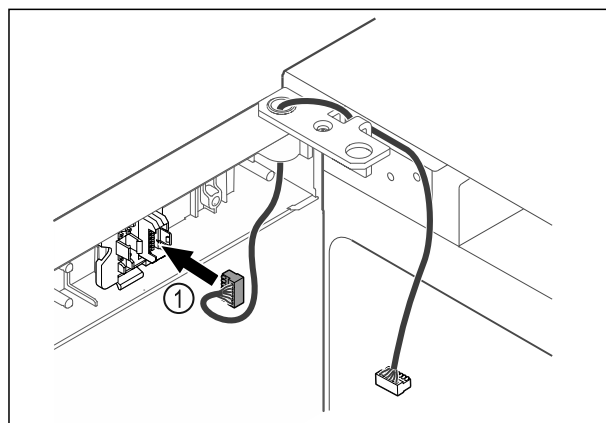

Fig. 46
- ▶ Stekker Fig. 46 (1) in stekkerhouder steken.